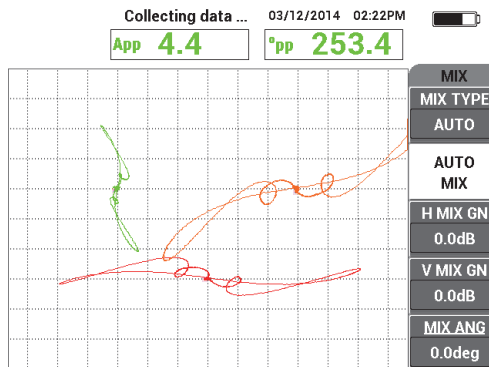

図 5-142 自動ミックスを使用したサポートリングのスキャン
9. ゲインキー (**dB**) を 4 回押し、サポートリングの周波数 2 の信号が画面幅およそ 10 区分に達するまで H/V **ゲイン 2** を調整します (229 ページの図 5-142 を参照)。
NORTEC 600 では、サポートリングの信号を 5 秒間記録し、信号のミキシングを自動的に行います (229 ページの図 5-142 を参照)。